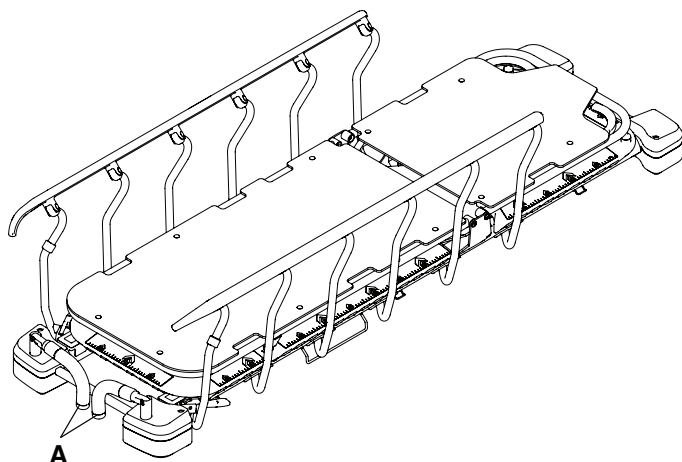

**Abbildung 10 – Verstauen der Fußende-Schiebegriffe**
4. Um die Fußende-Schiebegriffe (A) in die Parkposition zu bringen, die Schritte in umgekehrter Reihenfolge ausführen (Abbildung 10).